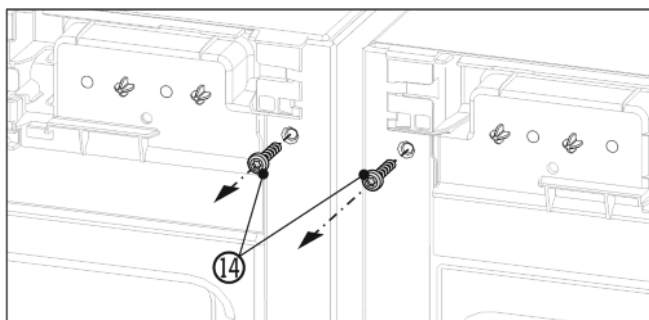

Fig. 6
- ▶ Skruva ut båda jordskruvarna Fig. 6 (14) innan du monterar den övre vinkeln.